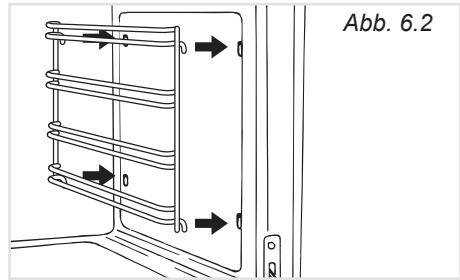

Abb. 6.2
- Hängen Sie die Seitenhalterungen in die Löcher der seitlichen Innenwände des Backofens ein (Abb. 6.2).